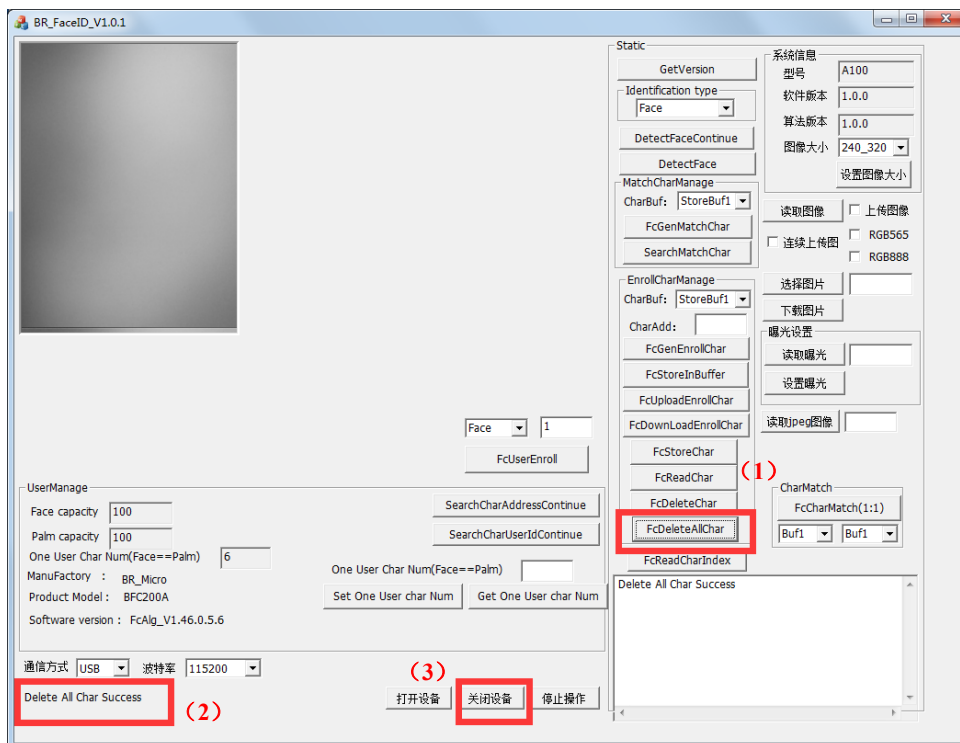

图 4-11
- (1) 点击“FcDeleteAllChar”；
- (2) 清空成功后左边显示“Delete All Char Success”；
- (3) 点击“关闭设备”，如图 4-11 所示。